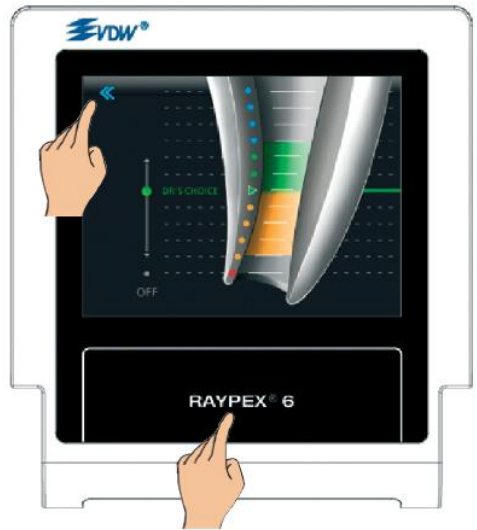

Рис. 26. Вихід з опції DR'S CHOICE
- Для виходу з опції DR'S CHOICE торкніться стрілки повернення або поля РАЙПЕКС 6 «Home» (рис. 26).